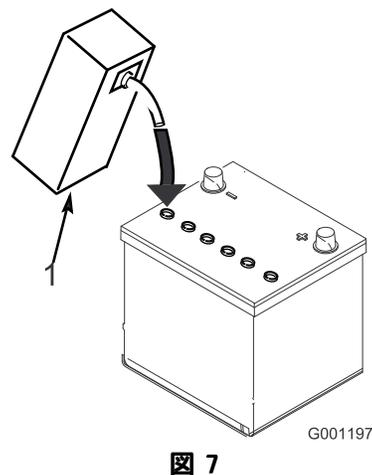

図 7
3. 各セルの電極板が液面下 6mm程度に水没するまで、電解液を慎重に入れる（図 7）。
4. 電極板が液を吸収するまで20-30分間程度待つ。必要に応じて、電極板が6 mm程度水没するぐらいに電解液を補充する（図7）。